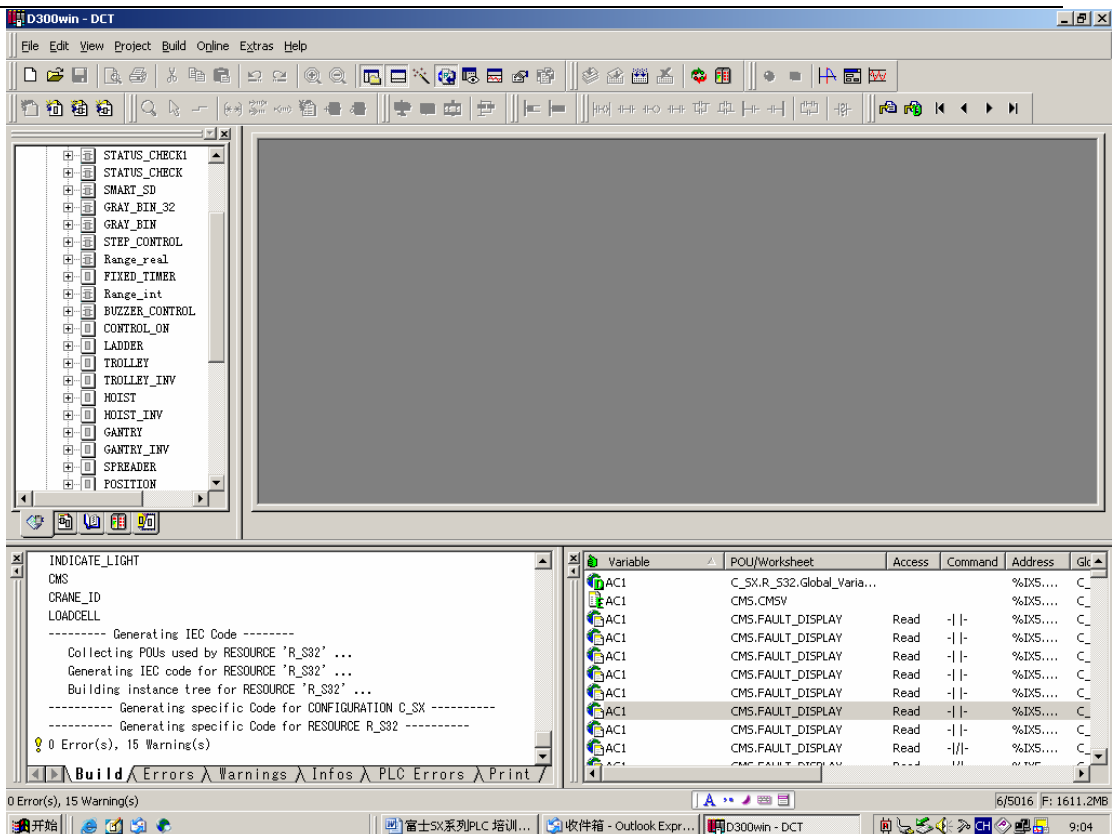

图 4-4
A. 程序重新接压缩或修改比较大时, 需重新编译来检查错误, 然后再下载入 CPU 中. Build 菜单中 Rebuild Project, 编译完成以后会在 message 状态框中显示结果, 见图 4-4, 表明程序没有错误, 有 15 个警告. 想要看具体的警告内容, 点击 Warnings 这一栏. 想要看具体的错误内容, 点击 Errors 这一栏.